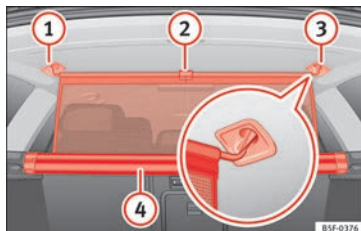

Bild 167 I bagageutrymmet: Dra ut och säkra avdelningsnätet
- Dra upp handtaget » **bild 167** **2** för att dra nätet ur fodralet **4**.